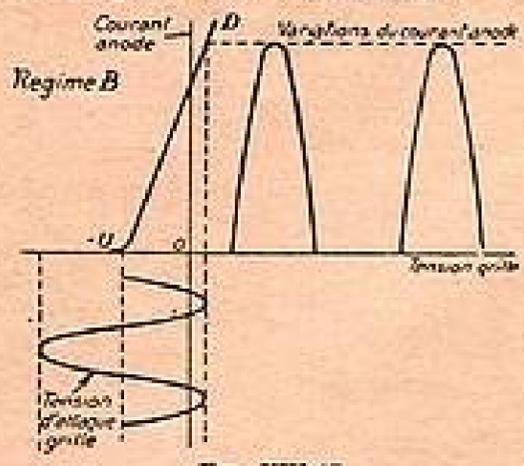

FIG. XIV-17
**2° Classe B (fig. XIV-17).**
Dans ce régime, une seule alternance du signal d'attaque (supposé sinusoïdal contribue à la formation du courant alternatif d'anode qui, de ce fait, est constitué par des demi-sinusoïdes, comme le montre la figure XIV-17.